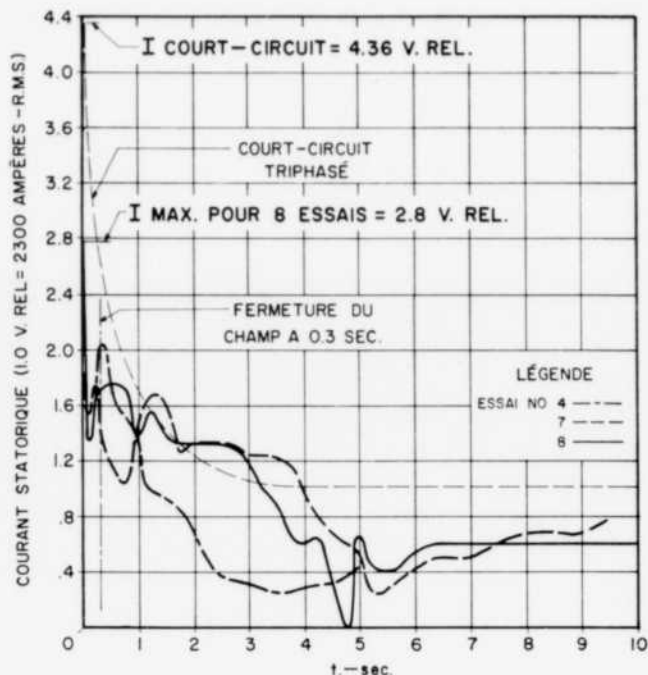

FIGURE 5
- courant statorique (fig. 5)
La pierre d'achoppement en autosynchronisation est l'effort d'arrachement qui s'exerce sur l'enroulement statorique. La figure 5 établit le parallèle entre le courant d'un court-circuit triphasé pour lequel l'alternateur est conçu et le courant qui circule durant les premiers cycles du couplage. Ce courant atteint, au maximum, 65% de l'intensité du courant de court-circuit. L'effort mécanique imposé au bobinage diminue comme le carré du courant (1); il atteint donc tout au plus 40% de l'intensité en court-circuit.